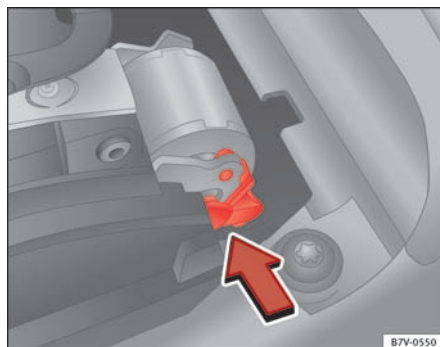

Fig. 193 Nødoplåsning af gearvælgerlås
- Tryk udløserarmen → Fig. 193 i pilens retning, og hold den i denne position.